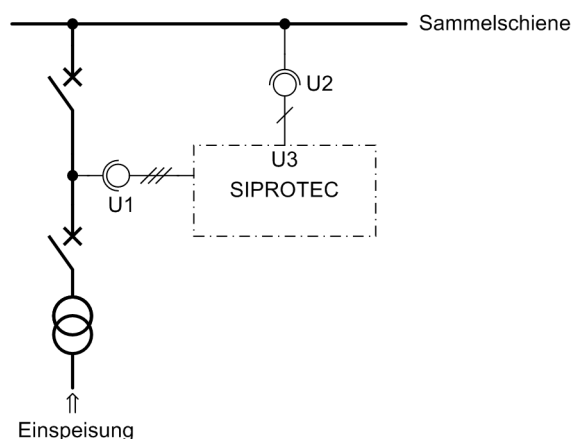

Bild 3-23 Messspannungen zur Synchronkontrolle
- Nun wird bei offenem Leitungstrenner der Leistungsschalter zugeschaltet (siehe Bild 3-23). Beide Spannungswandler erhalten so die gleiche Spannung.